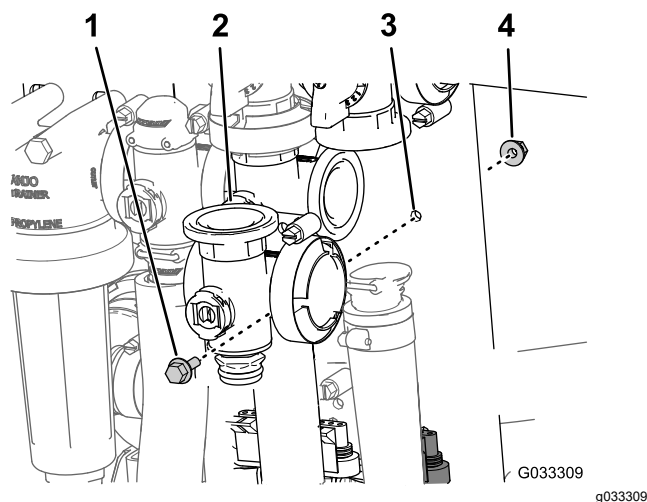

Figura 72
3. Retire o parafuso de cabeça flangeada e a porca flangeada que prendem a válvula mestre à montagem da válvula e retire o coletor da válvula da máquina (Figura 72).